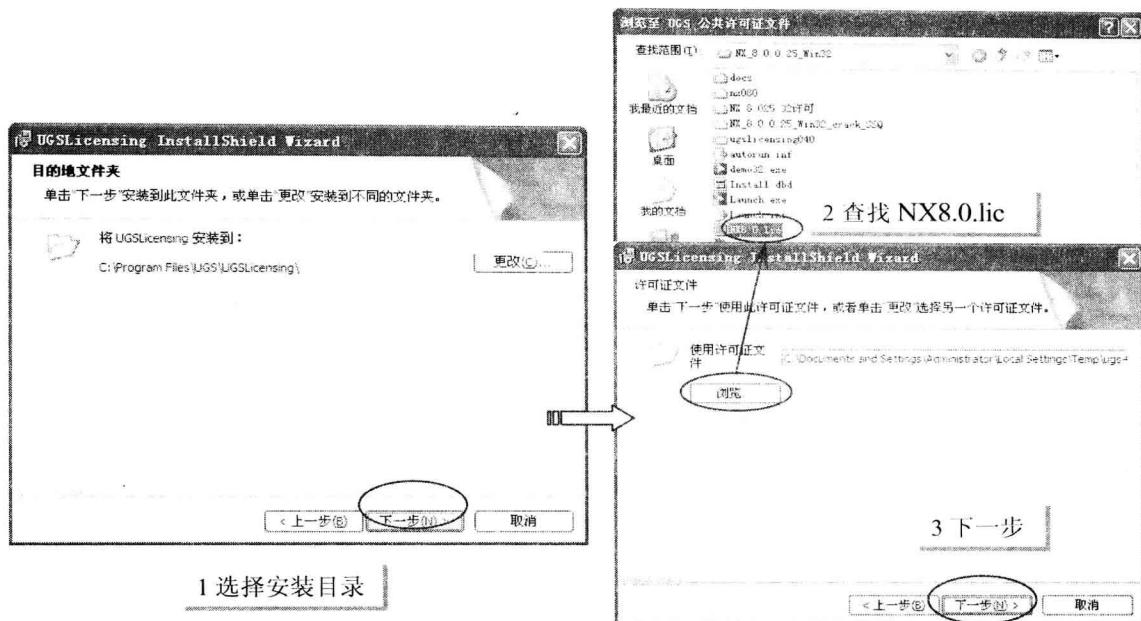

图 1-9 查找 NX8.0.lic
- 6 单击【下一步】按钮，进入安装设定目录对话框，这里默认为C盘目录下，单击【下一步】按钮，进入“许可证文件”对话框。单击【浏览】按钮，进入“浏览至UGS公共许可证文件”对话框。指定之前已改好的NX8.0.lic，如图1-9所示。